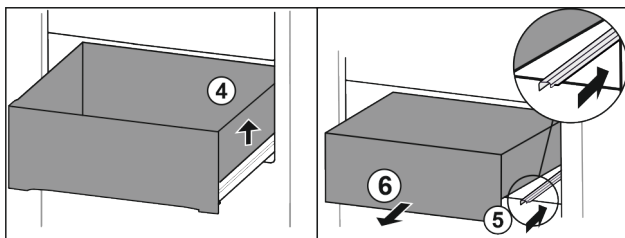

Fig. 128
- Podignite ladicu desno. Fig. 128 (4)
- Gurnite desnu vodilicu. Fig. 128 (5)
- Izvadite ladicu prema naprijed. Fig. 128 (6)